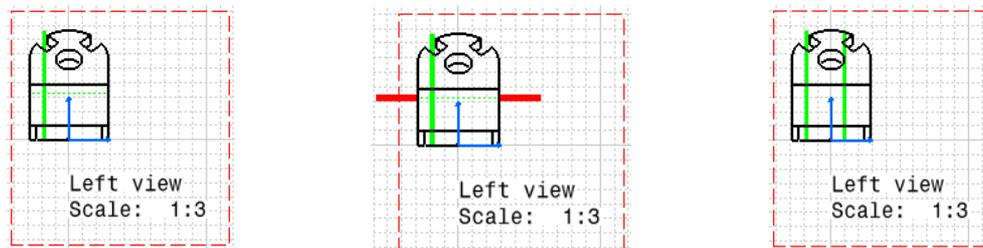

Ilustración 642: Ejemplo de vista de rotura.
- Para especificar la zona de rotura, se define el primer límite y seguidamente la orientación, siendo posible horizontal o vertical, y luego, se define el último punto para delimitar la zona (ver Ilustración 642).